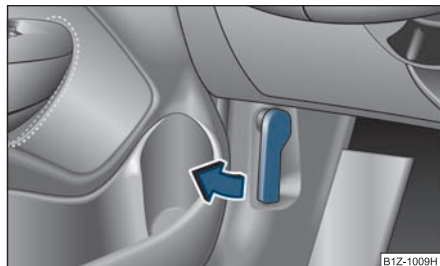

Fig. 207 Palanca de desbloqueo para el capó
- Tire de la palanca de desbloqueo debajo del tablero de instrumentos, lado del conductor ⇒ fig. 207.
- Desbloquee el capó del vano motor ⇒ fig. 207.